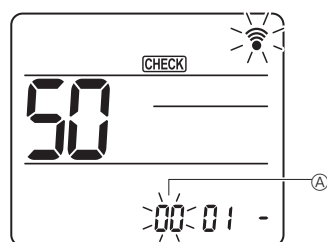

Fig. 6-17
- ② Réglage du numéro d'appareil
Appuyez sur les touches [DOWN] pour régler le numéro d'appareil ①. (Fig. 6-17)